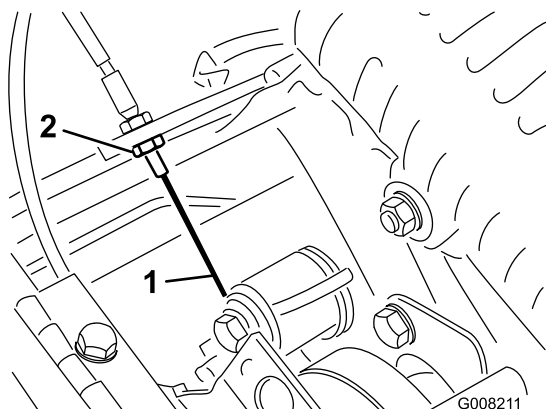

図 42
3. 走行ケーブルの前ジャムナットをゆるめ、後ジャムナット（図 42）を締めてケーブルの張りを出し、3-4 kgの力で走行コントロールがつかないようにする。力の計測はコントロールノブの部分で行う。